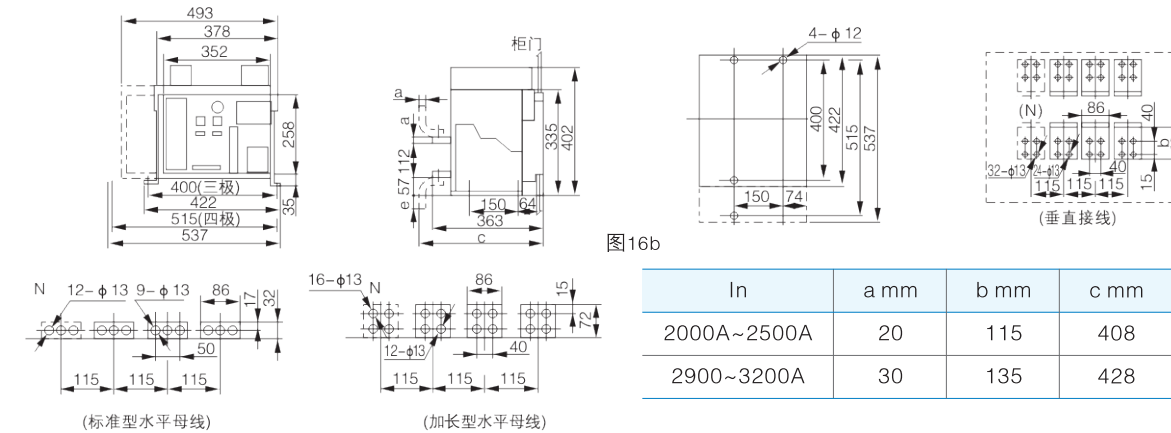

图16b
• 3200A固定式断路器安装尺寸，外形尺寸图(见图16b)